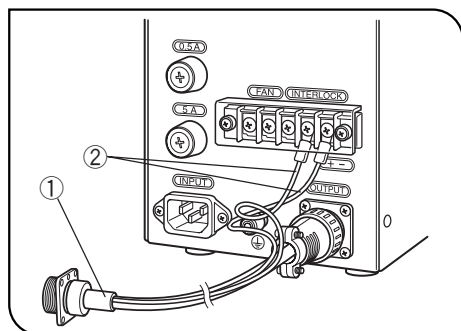

図 11
## 6 水銀キセノン電源装置の結線 (図 11)
- 3) ランプハウスのコネクタは変換ケーブル①を介して取付けてください。
インターロックケーブル②は、図11位置にセットしてください。